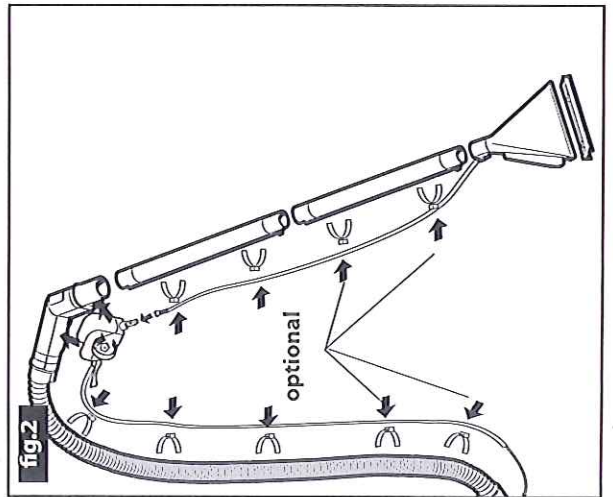

fig. 2
- Steek het hulpstuk (D) in het uiteinde van de slang (L) of steek de verlengbuizen (M) met de hulpstukken (C en T) erin.
- Zet de waterslangen met de speciale clips vast (afb. 2).
- Introduza o acessório (D) nas extremidades da mangueira (L) ou introduza as extensões (M) com os acessórios (C e T).
- Fixe os tubos hidráulicos com as respectivas molas (fig. 2).